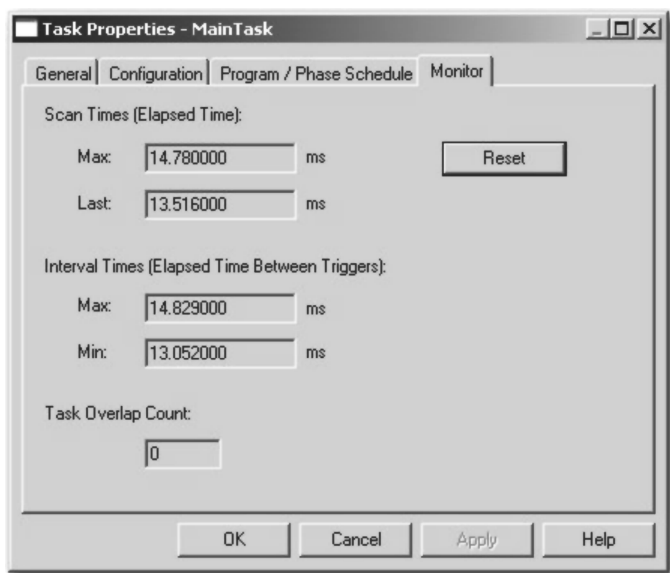

图 10-4 监视（Monitor）选项卡
4. 出现“任务属性-主任务”（Task Properties-MainTask）窗口后，单击“监视”（Monitor）选项卡，如图 10-4 所示。